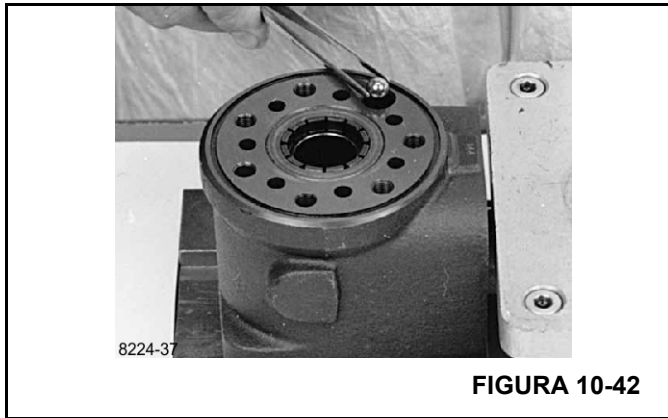

FIGURA 10-42
16. Gire la unidad de dirección hasta que la cavidad quede otra vez vertical. Coloque la bola de la válvula de retención en el agujero que se ilustra (Figura 10-42).